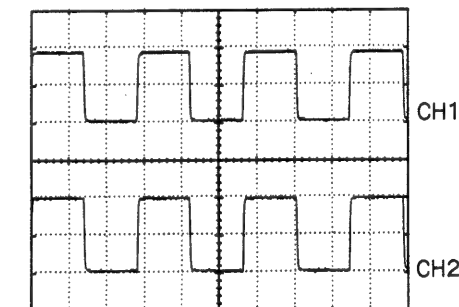

Fig.7 (図7)
- Check whether the waveform of Fig.7 is output when you touch the probe to the measuring device. (see Fig.7)
- 測定用治具にプローブをあてた時、図7の波形が出力されているかどうか確認して下さい。(図7参照)